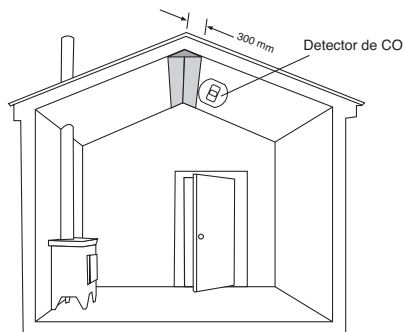

Figura 3. Ubicación en habitaciones con techos inclinados; el detector de CO debe estar ubicado en la parte alta de la habitación
- En habitaciones con techos inclinados, el detector de CO deberá estar ubicado en la parte alta de la habitación (véase la Figura 3).